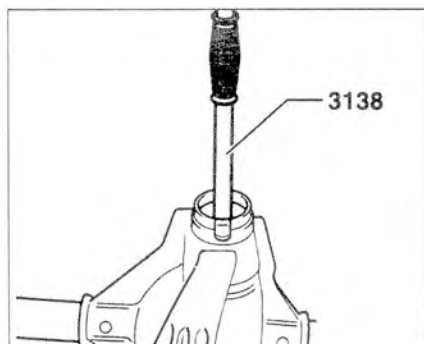

Рис. 5.103. Извлеките наружное кольцо конического роликового подшипника (со стороны ведущей конической шестерни).
9. Извлеките наружное кольцо конического роликового подшипника (со стороны ведущей конической шестерни) (рис. 5.103).